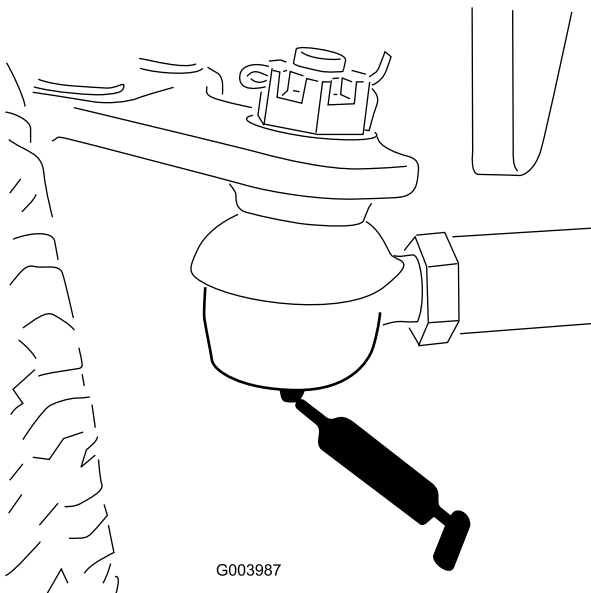

Bild 108
- Spurstange der Hinterachse (2) (Bild 108)